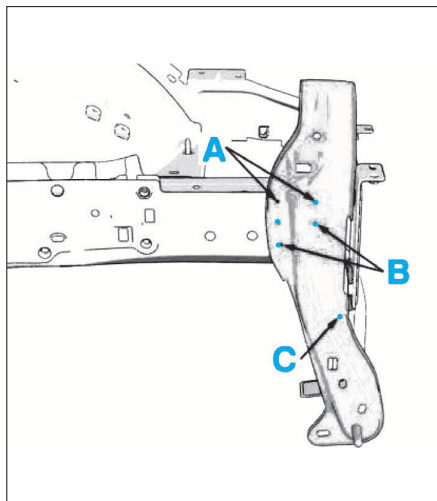

FIG. 4
- Poser et souder la pièce neuve aux endroits indiqués A, B, C et D (Fig.4 et 5a)